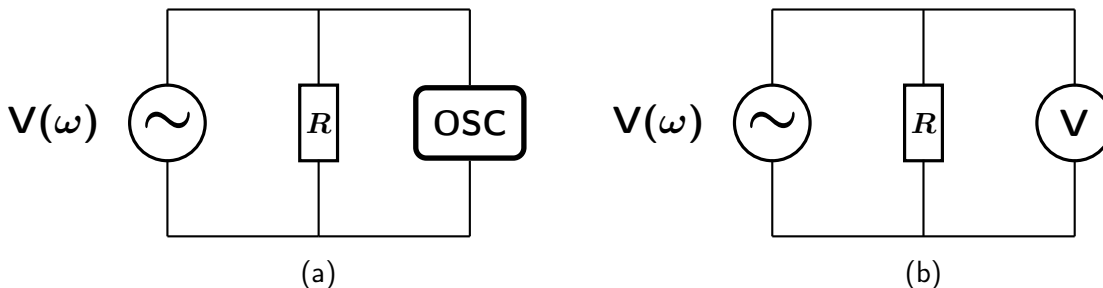

Figura 7: Circuito para caracterização de um sinal sinusoidal de tensão numa resistência: (a) com o osciloscópio e (b) com o multímetro.
Com o objectivo de medir a tensão sinusoidal aos terminais de uma resistência pode realizar-se a montagem experimental representada na figura 7:
- Ligue o gerador de sinais a uma resistência de 4,7 k Ω , de acordo com o circuito da figura 7.